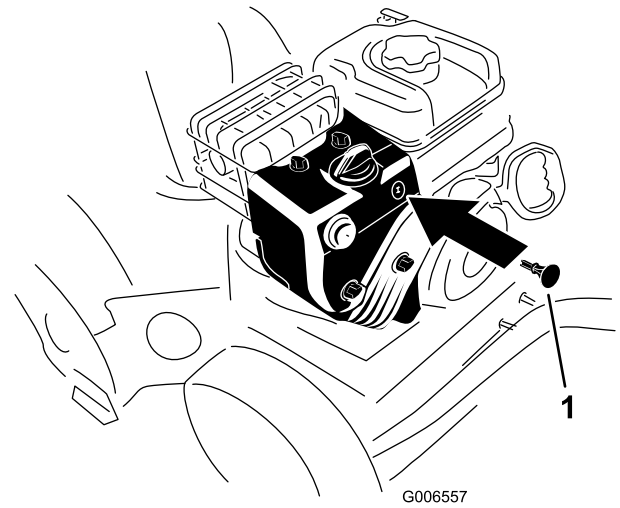

Рисунок 20
3. Вставьте ключ зажигания (Рисунок 20).